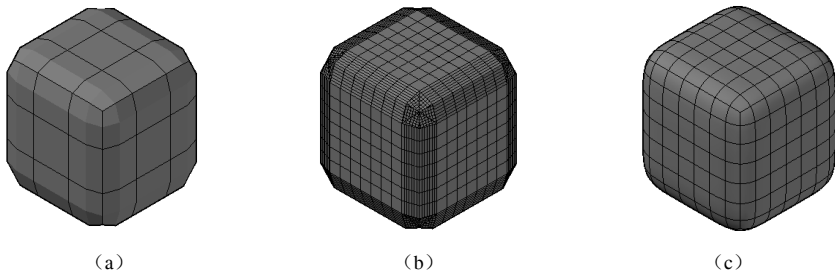

图 8-45 网格对象转换为曲面
- 在菜单区选择“修改→网格编辑→转换为具有镶嵌面的曲面”命令，选择网格对象，按“Enter”键进行选择，将每个原始网格面都转换为平面，对不共面的边进行锐化或设置角度，如图 8-45（b）所示为由图 8-45（a）转换后的结果。
- 在菜单区选择“修改→网格编辑→转换为平滑曲面”命令，选择网格对象，按“Enter”键进行选择，每个原始网格面均保留在经转换的对象中，对不共面的面的边进行调整，如图 8-45（c）所示为由图 8-45（a）转换后的结果。